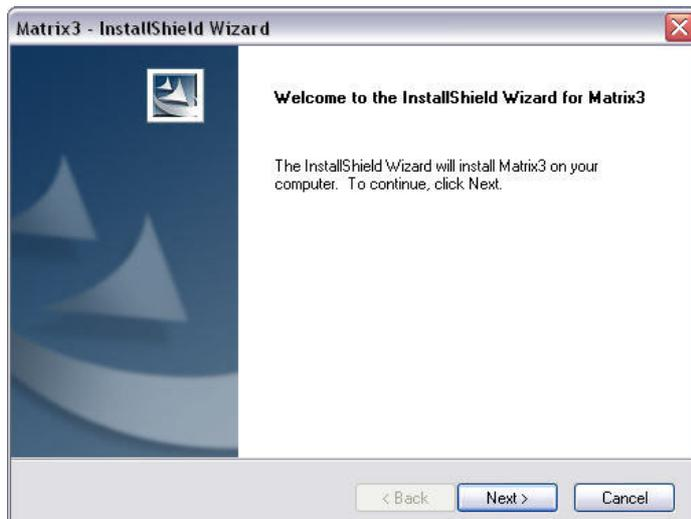

ABB. 17
10. Klicken Sie auf „WEITER“. Der InstallShield Wizard für Matrix3 beginnt mit der Installation (ABB. 17).